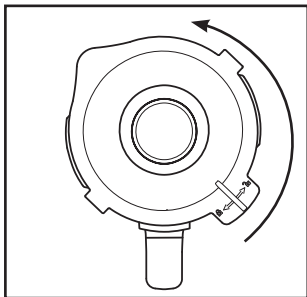

Fig. 1
- 1) Scoateți recipientul de amestecare ❸ drept, în sus din blocul motor ❹.
- 2) Îndepărtați capacul ❷ rotindu-l în sens antiorar, în poziția  (a se vedea fig. 1), până când îl puteți ridica.
- 3) Umpleți recipientul de amestecare ❸ cel puțin până la reperul inferior al scalei ❸ și cel mult până la marcajul MAX. Pentru rezultate optime vă recomandăm următoarele cantități maxime de umplere: